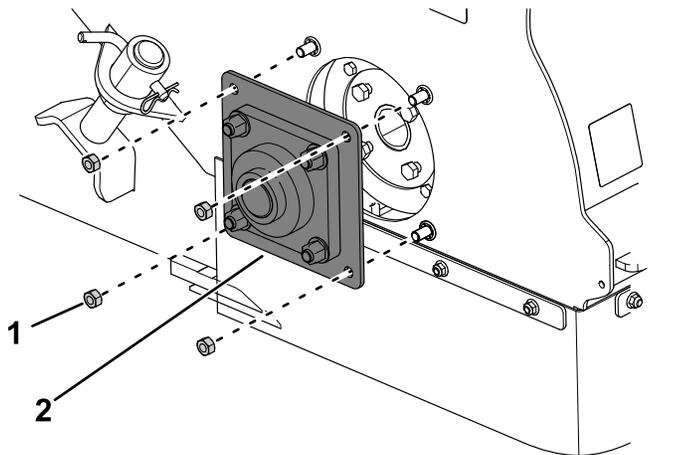

Figure 8
5. Sur le côté droit de la machine, retirez les 4 écrous (1/2 po) de fixation de la plaque de montage du roulement et déposez la plaque de montage (Figure 8).
6. Reposez la plaque de montage du roulement (Figure 8).